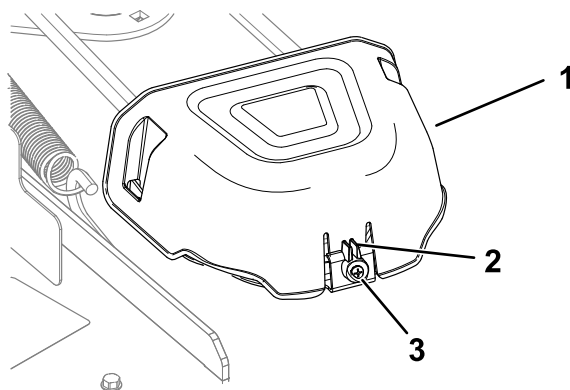

Figura 53
5. Slăbii urubul i împingei proeminența spre interiorul capacului, pentru a îndepărta capacele fuliei (Figura 53).